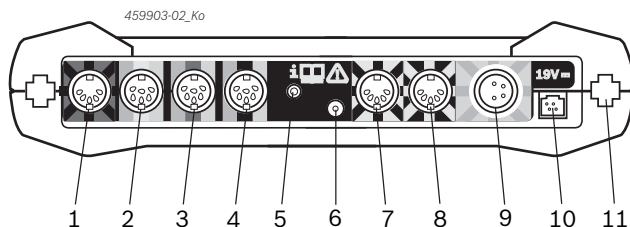

Fig. 2: FSA 500 -liitännät (alhaalta päin)
Liitäntä, ks. Fig. 2, osa 6.
5. Liitä mittajohdot ja -anturit oikeisiin liitäntöihin (ks. Fig. 2).